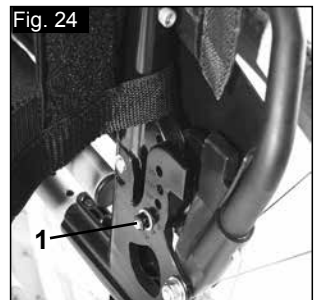

Fig. 24
Vous pouvez régler l'inclinaison du dossier à 6 positions différentes (-5° vers l'avant, 0°, 5°, 10°, 15° et 20° vers l'arrière). Pour régler l'angle, enlevez la vis (1), réglez à l'angle d'inclinaison désiré et resserrez de nouveau la vis (Fig. 24).